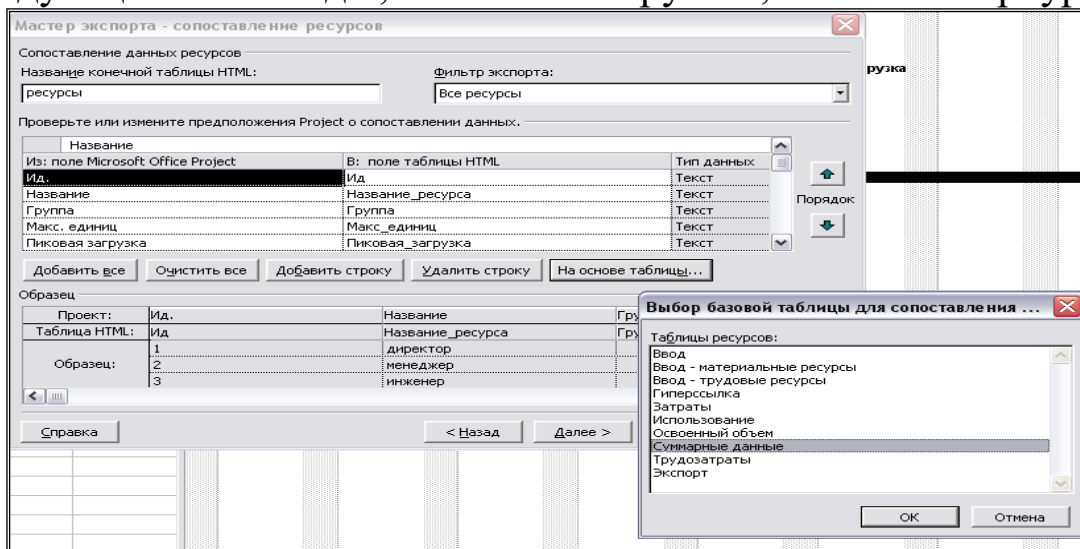

Рис. 40. Выбор таблицы для сопоставления ресурсов
5. В диалоговом окне «Мастер экспорта – сопоставление ресурсов» также необходимо назвать новую таблицу (например, ресурсы) и выбрать для экспорта данные о ресурсах. Через кнопку «На основе таблицы», выбрать таблицу «Суммарные данные» рисунок 40. При сопоставлении полей удалить, например, следующие поля «Ид.», «Пиковая загрузка», «Ставка сверхурочных».